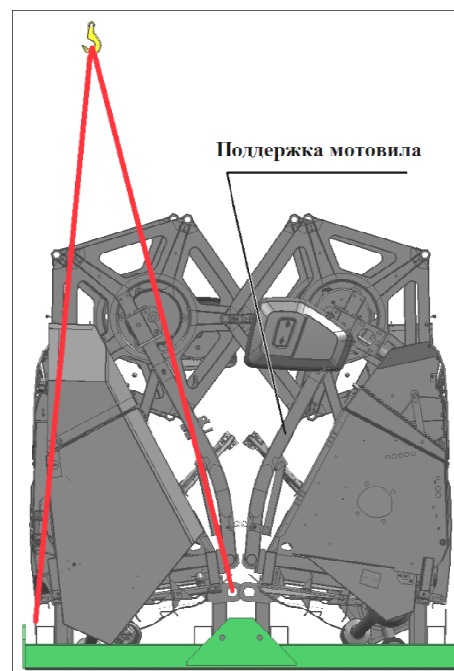

Рисунок 8.18
3) обвязать жатки проволокой между собой (через отверстия ушей на траверсах обеих жаток), обвязать поддержки мотовила (рисунок 8.18).